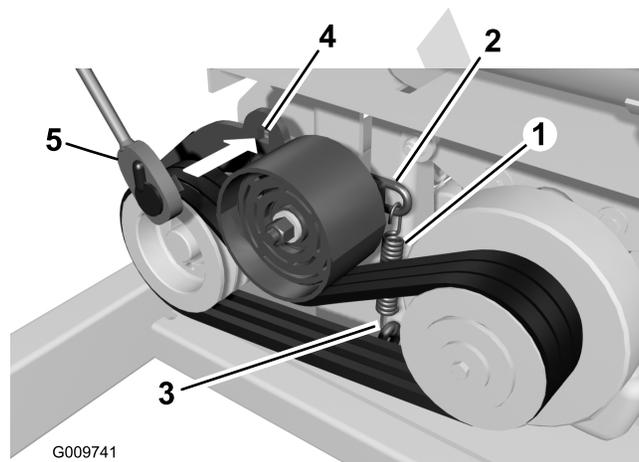
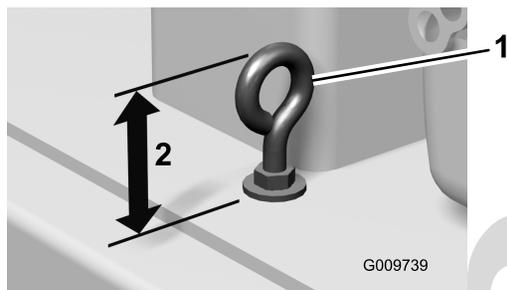

Рисунок 55
Рисунок 58
2. Проверьте состояние ремня (Рисунок 55).
- B. Вставьте торцевой ключ в квадратное отверстие маятникового рычага и поверните ключ вверх (Рисунок 55).
4. Чтобы увеличить натяжение пружины и, следовательно, натяжение ремня, укоротите высоту рым-болта, для чего отпуская верхнюю гайку рым-болта и затягивайте нижнюю (Рисунок 55 & Рисунок 58).